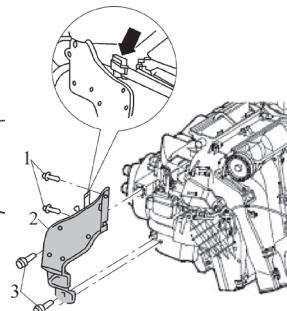

图 5-15 拆下支架
12) 如图 5-15 所示，拆下螺栓 3，使支架 2 从空调暖风装置上分离。